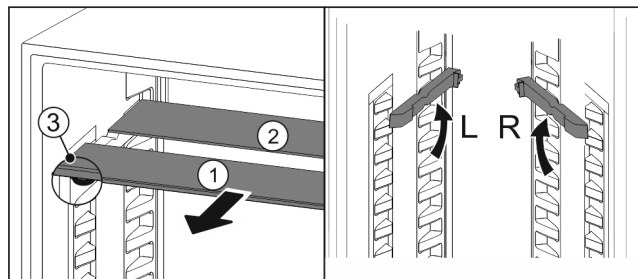

Fig. 100
- Издърпайте Fig. 100 (1) поотделно стъклените плочи напред.
- ▷ Стъклената плоча Fig. 100 (1) с декоративната лайсна е отпред.
- ▷ Ограничителите Fig. 100 (3) сочат надолу.